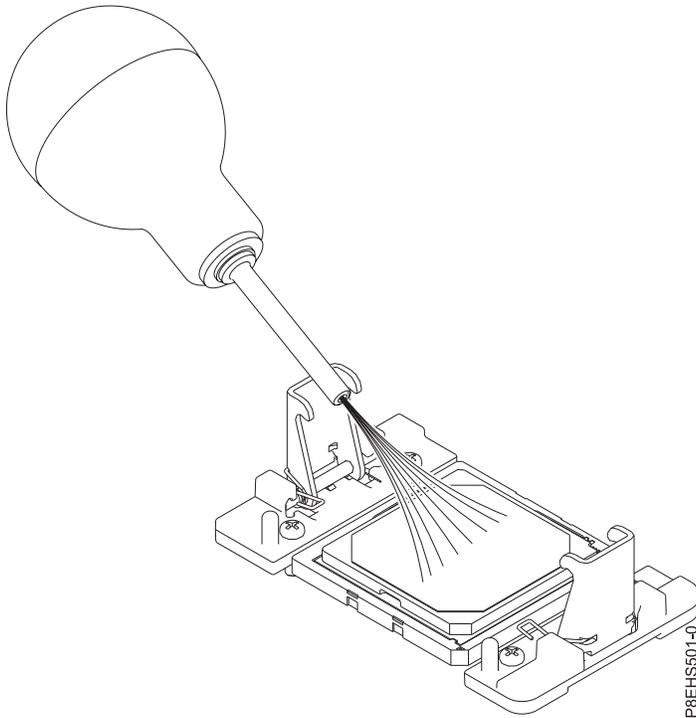

Figura 90. Removendo poeira e fragmentos da área do módulo de processador do sistema
- a. Se houver poeira ou fragmentos, use a bomba de ar fornecida (número da peça 45D2645) para limpar a área do módulo de processador do sistema. Solte pequenas rajadas de ar do centro para os lados do módulo de processador do sistema, conforme mostrado em Figura 90 na página 82. Se sua bomba de ar não estiver montada conforme mostrado em Figura 90 na página 82, prenda a ponta na bomba.